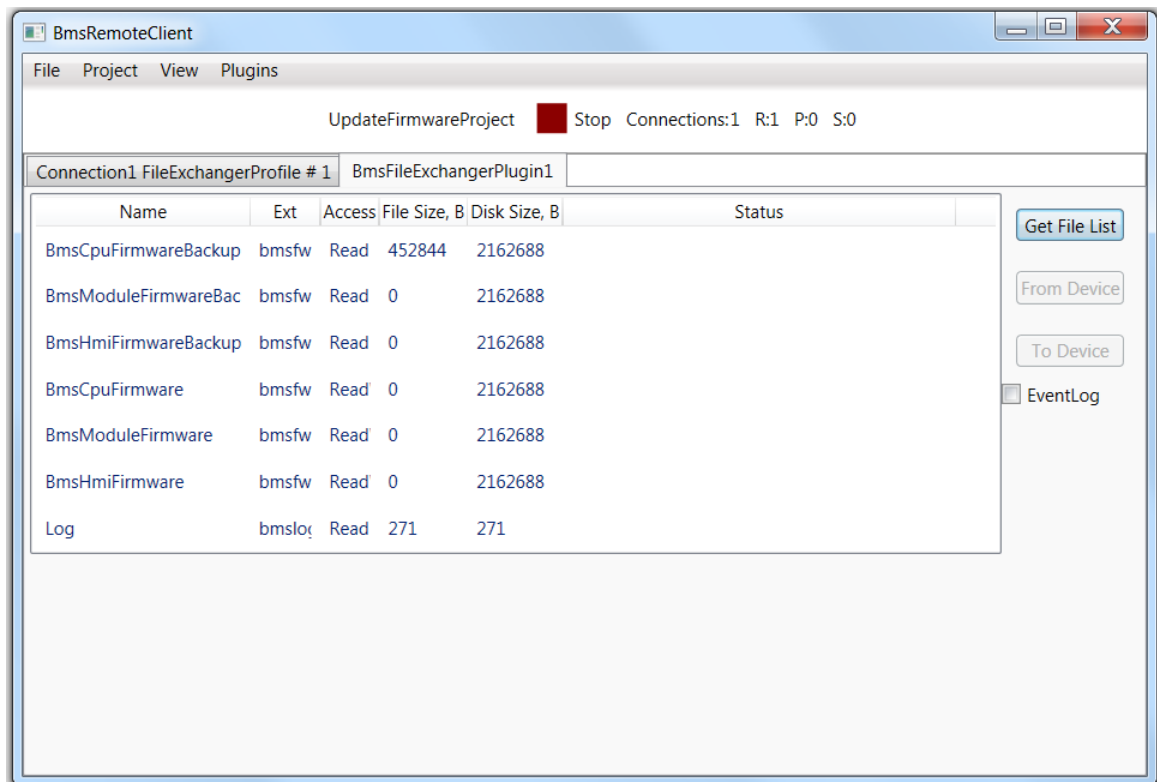

Рисунок 10 – Программа «BmsRemoteClient». Вкладка для загрузки обновлений ПО
- з) Нажать кнопку «Get File List» для получения списка файлов НЭ. Будет загружен список файлов (см. рисунок 10).